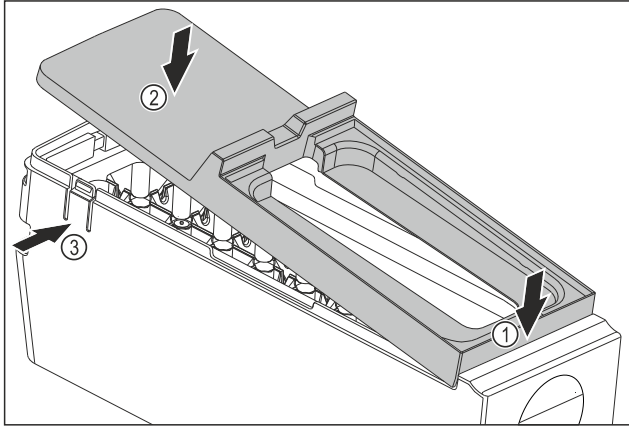

Fig. 169
- EasyTwist-Ice gövdesinin kapağını monte edin: Kapağı önden yerleştirin. Fig. 169 (1)
- Kapağı arkadan aşağı indirin. Fig. 169 (2)
- Kapağı iki kulağa Fig. 169 (3) duşur şekilde oturur.